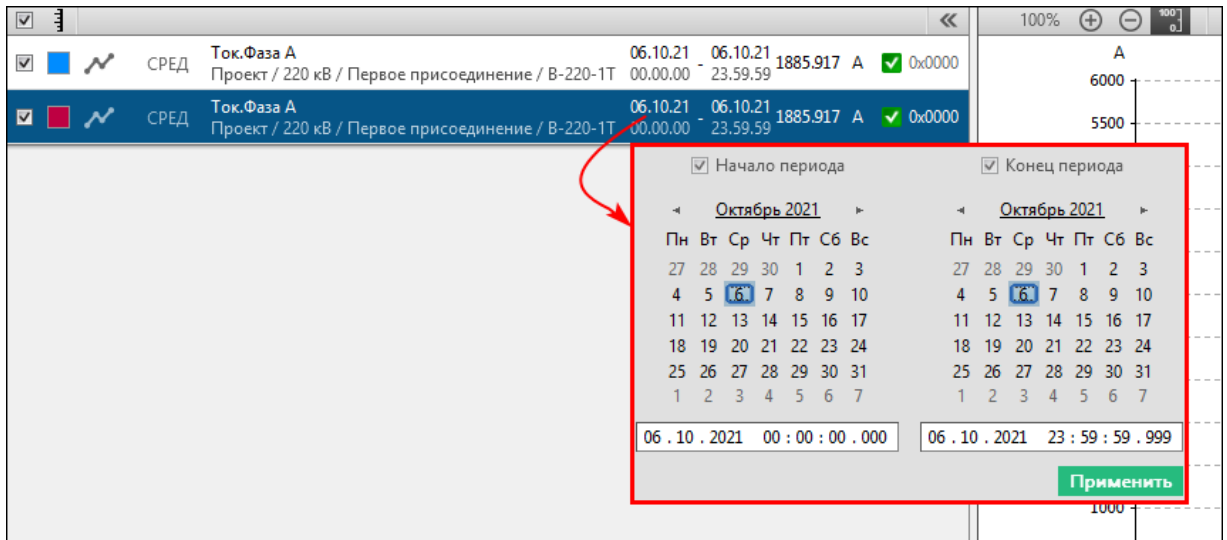

Рисунок 109 - Выбор интервала у «дубля»
6. У «дубля» сигнала (Рисунок 109):